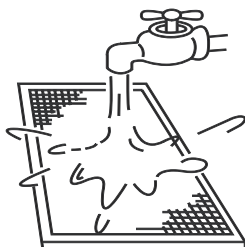

Рис. 16.3
- б) Во время чистки водой приточный фильтр должен быть направлен вниз (см. рис. 16.3).